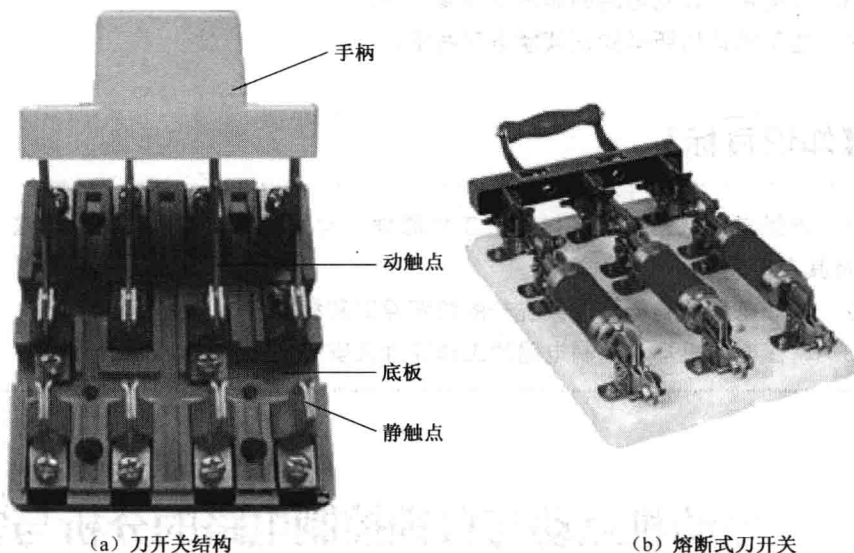

图 1-2 刀开关的结构图
图 1-2 所示为刀开关的结构图。它主要有与操作手柄相连的动触点、静触点刀座、进线及出线接线座,这些导电部分都固定在瓷底板上,且用胶盖盖着,所以当闸刀合上时,操作人员不会触及带电部分。胶盖还具有下列保护作用:(1) 将各极隔开,防止因极间飞弧导致电源短路;(2) 防止电弧飞出盖外,灼伤操作人员;(3) 防止金属零件掉落在闸刀上形成极间短路。图 1-2 (b) 所示为装设有熔丝的刀开关,它提供了短路保护功能。